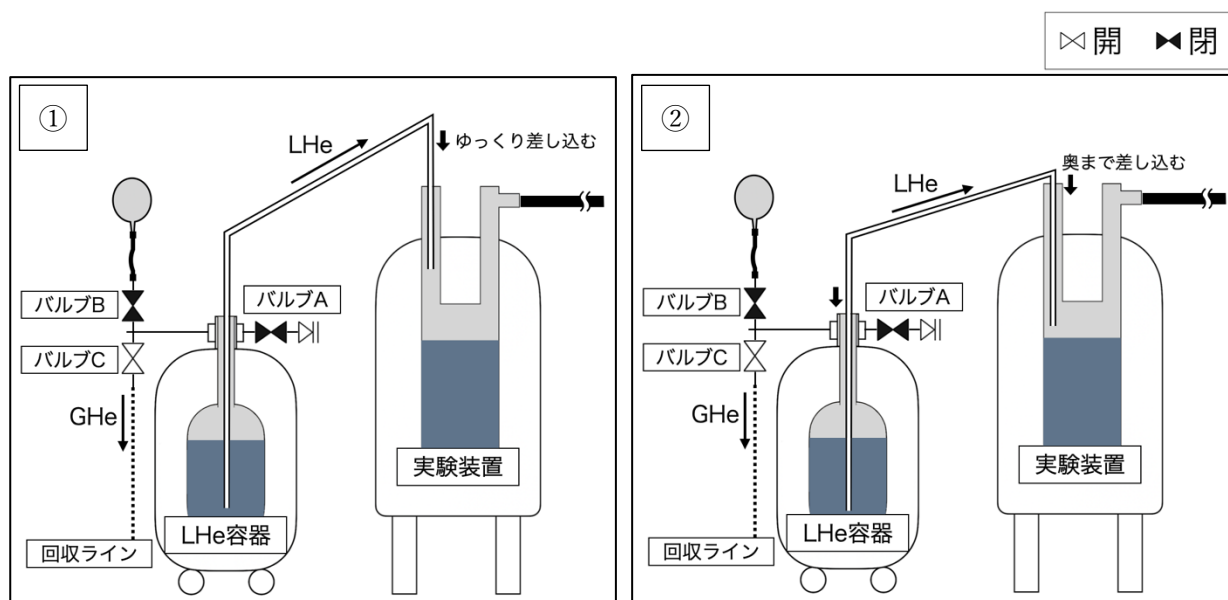

図4. トランスファーチューブの予冷と実験装置への差し込み
トランスファーチューブを実験装置へゆっくりと差し込みます(図4, ①)。実験装置へのトランスファーチューブの差し込みに合わせてLHe容器側もさらに奥まで差し込みます(図4, ②)。